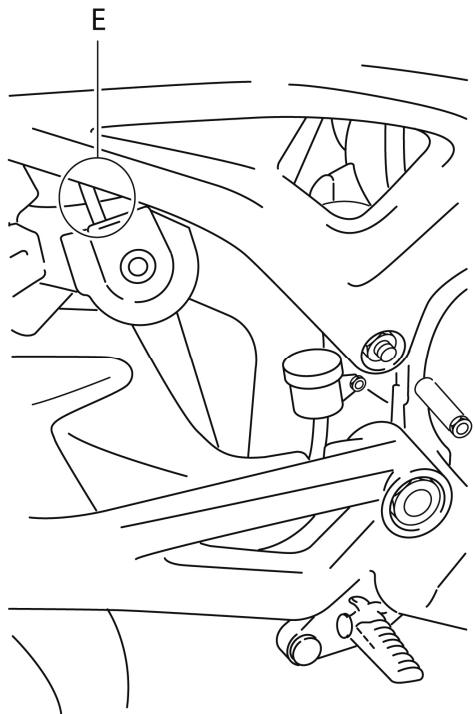
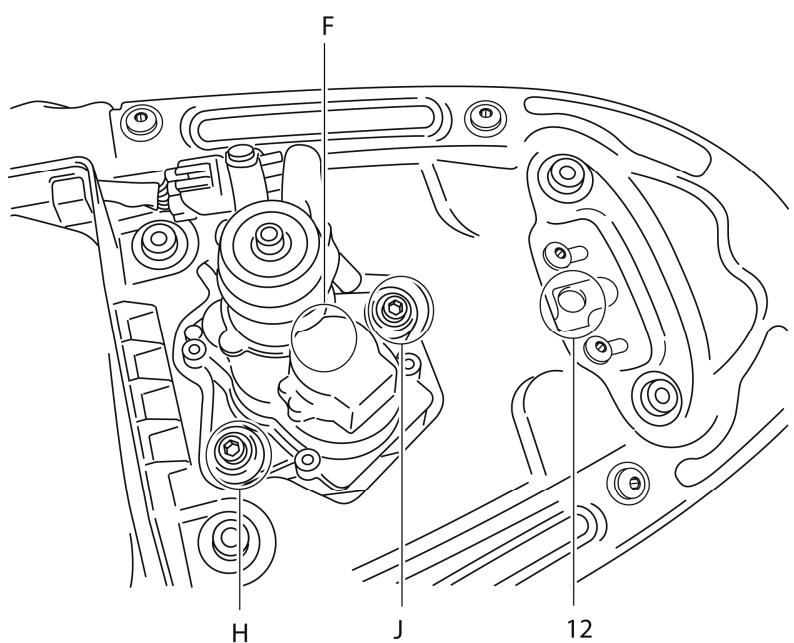

FIGURA 1 / FIGURE 1
FIGURA 2 /FIGURE 2
- 1- Desmontar el motor de regulación de la válvula de escape (F). Para ello en primer lugar debe sacarse el cable E de la válvula de escape (ver figura 1). A continuación sacar los tornillos (H/J) que fijan el motor de regulación y extraer el conjunto (figura 2).